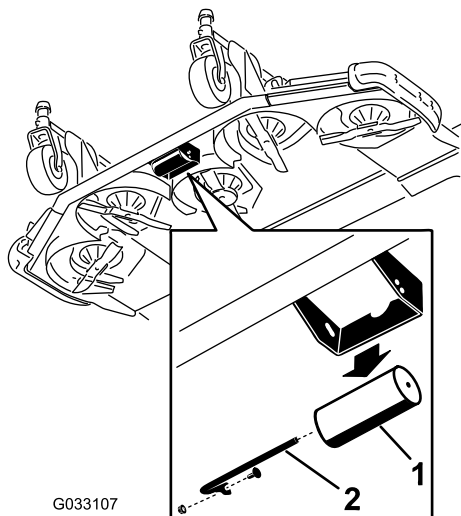

図 41
1. ローラをデッキのブラケットに固定しているシャフト、ねじ、ナットを取り外す 図 41。